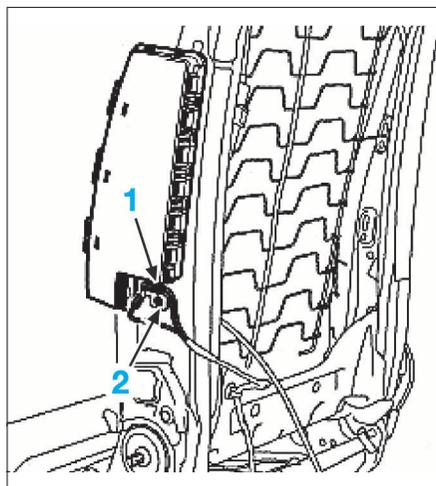

FIG. 5
- Débrancher le connecteur (1) du module d'airbag, en soulevant sa languette de verrouillage à l'aide d'un petit tournevis, puis la cosse de masse (Fig.5).
- le rivet (2) de fixation du module d'airbag.